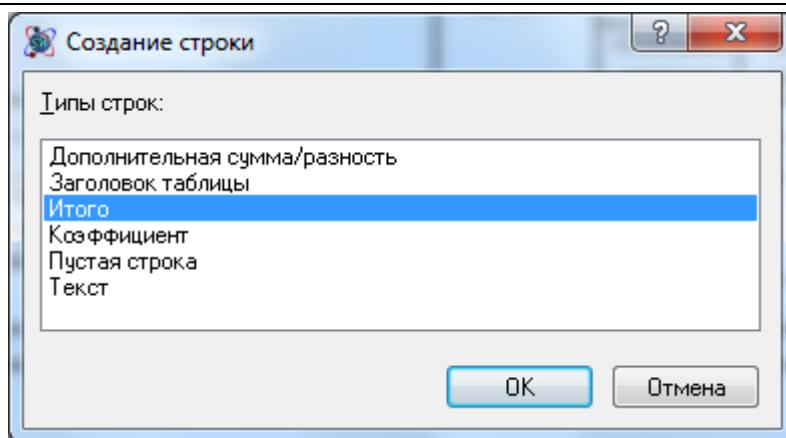

Рис. 3.17 Диалоговое окно Создание строки
3. В диалоговом окне *Создание строки* выбрать тип строки «Итого» (рис. 3.17) и нажать на кнопку **OK**;